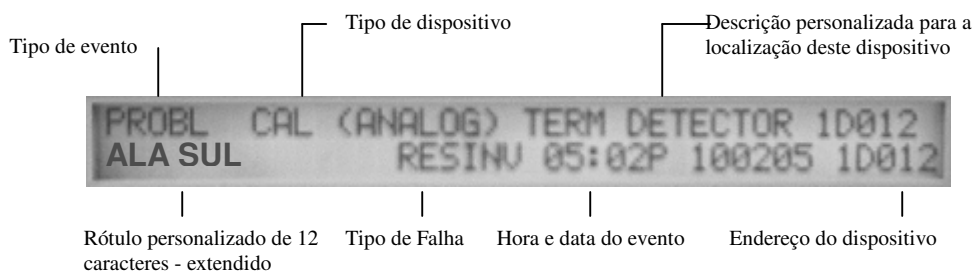

Figura 8 Modelo de Mensagem de Falha
- Exibirá PROBL no campo de estado do display LCD, assim como o tipo de falha e informações específicas para o dispositivo, como mostrado na Figura 8 abaixo